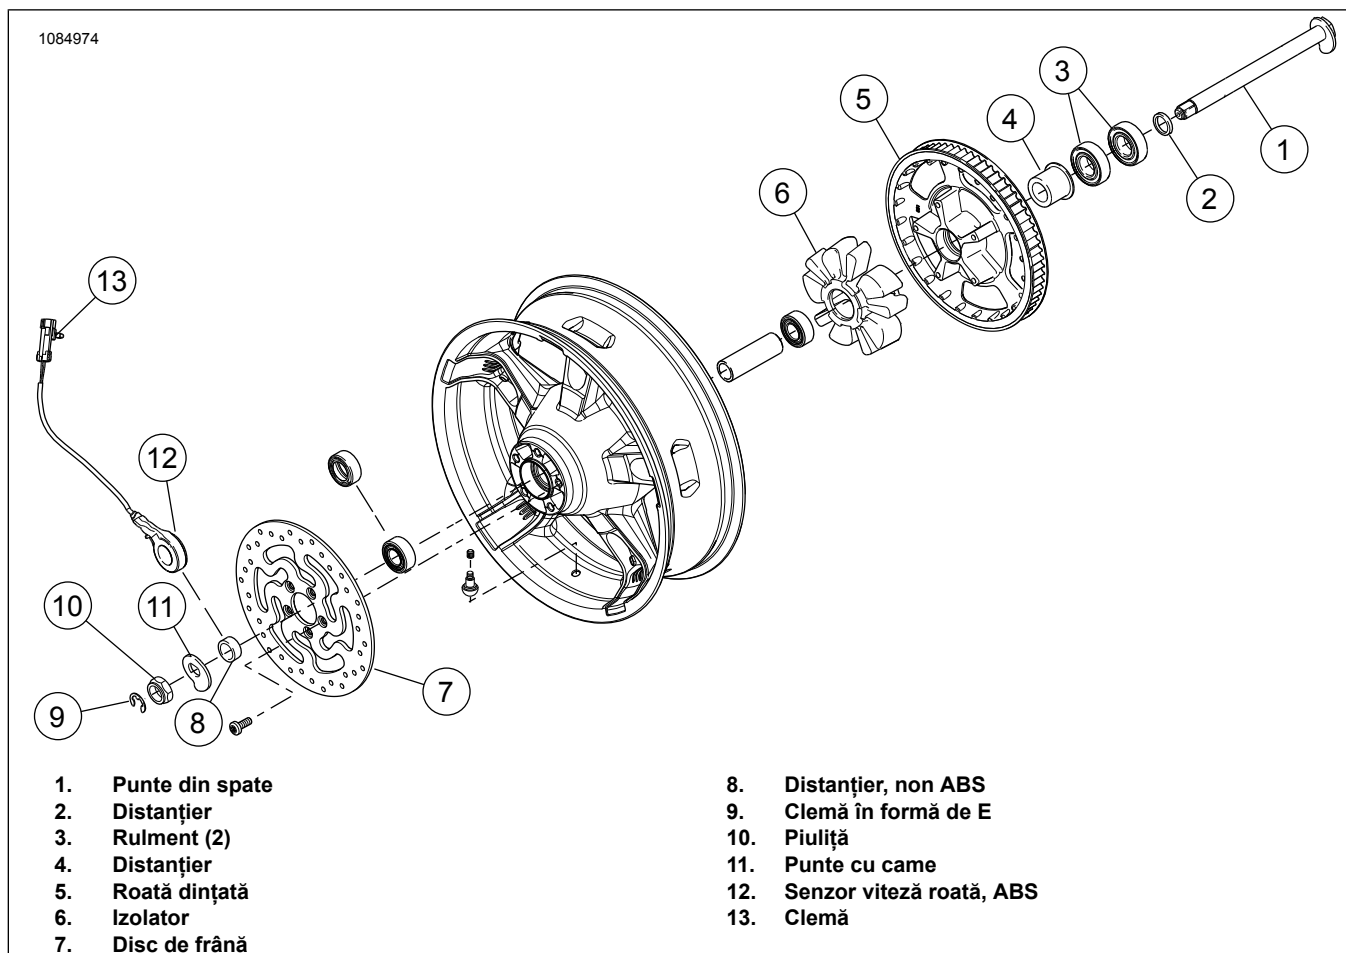

Figura 5. Piese roată spate pentru reutilizare
3. A se vedea figura 5. Îndepărtați și demontați ansamblul existent al roții din spate. Consultați manualul de service.